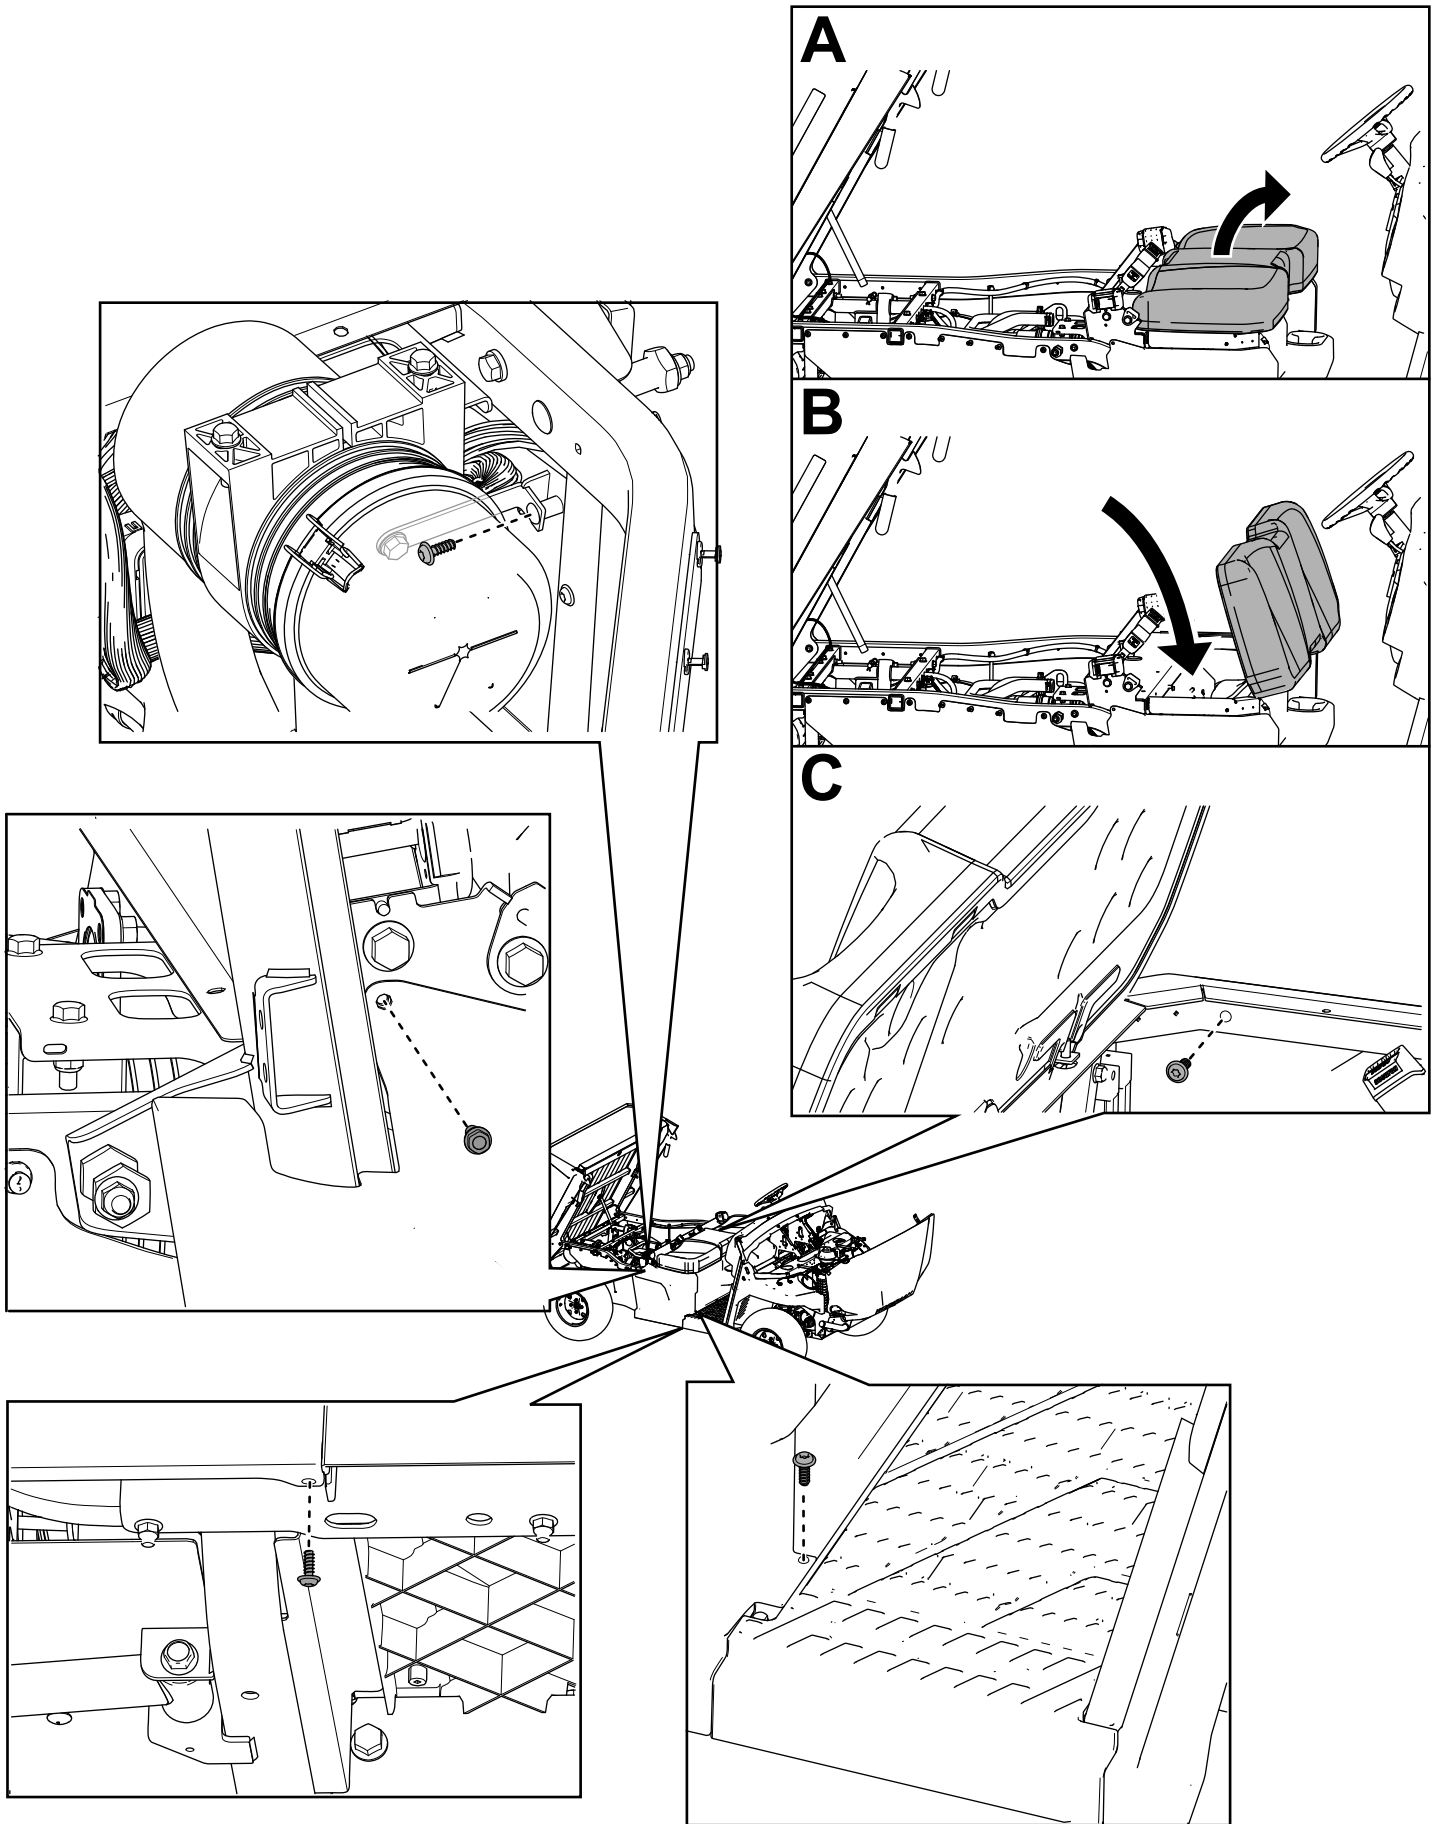

Figura 34
22. Fissate i pannelli sedile di destra e di sinistra utilizzando i 2 bulloni a testa esagonale con rondella ($\frac{1}{4}$ " x $\frac{3}{4}$ ") rimossi in precedenza, come illustrato nella Figura 34.